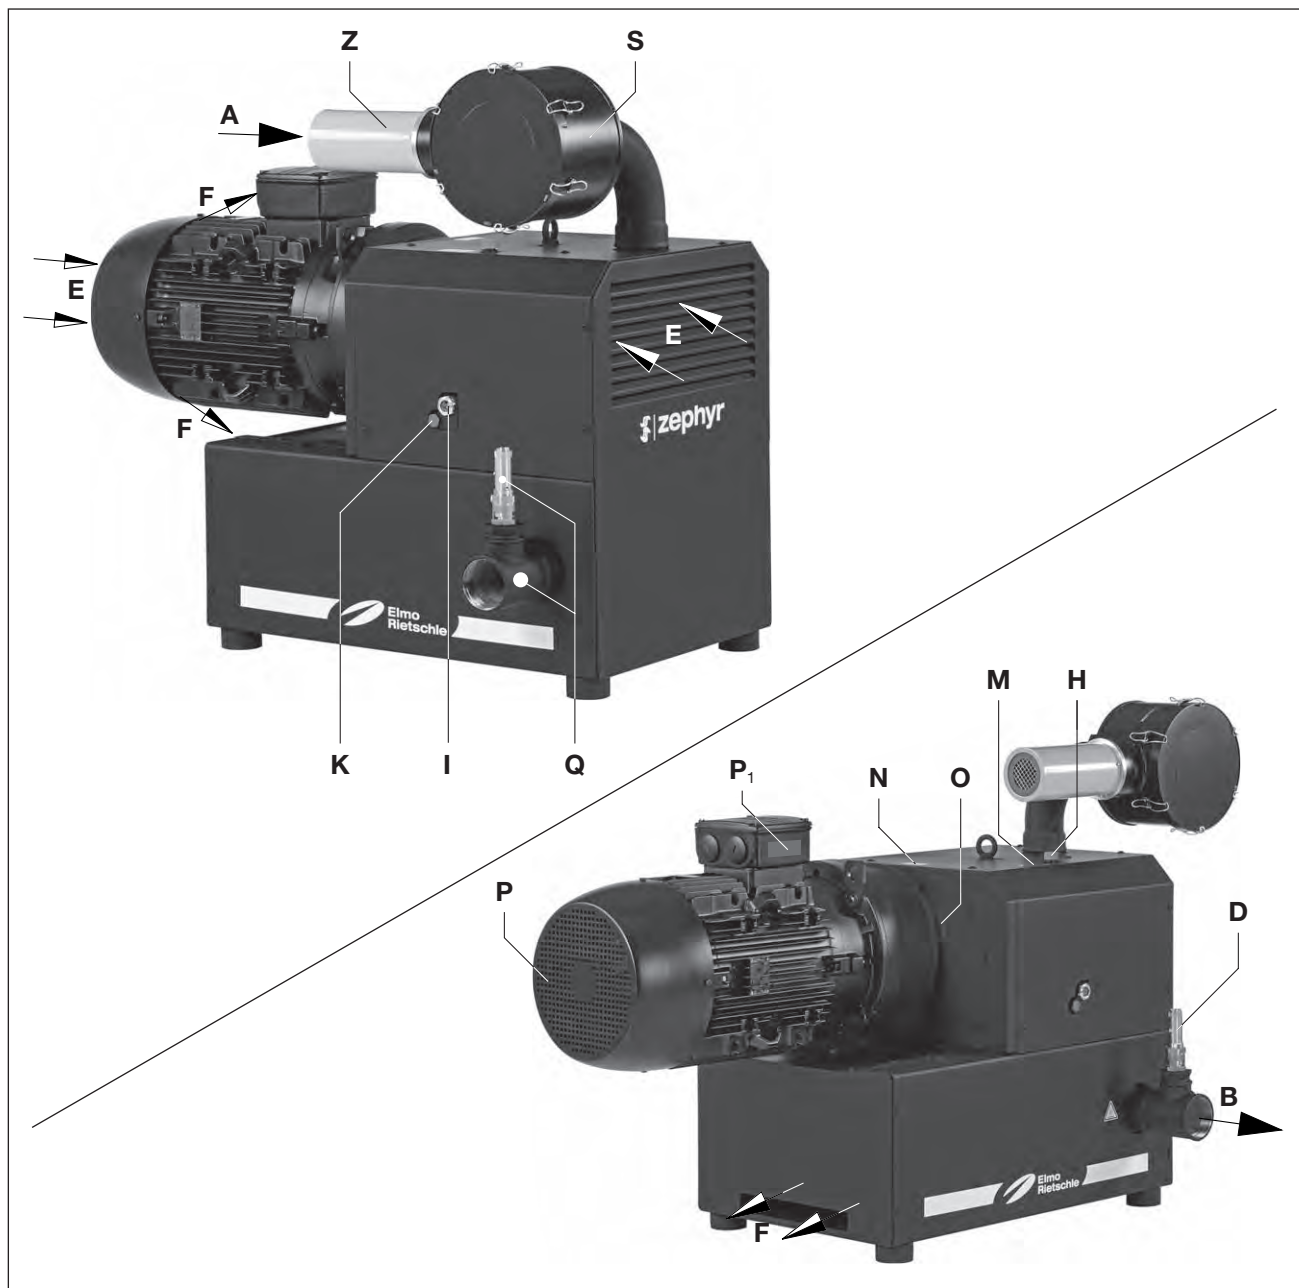

Abb. 2 Verdichter C-DLR 401 und C-DLR 501
Die C-DLR 401 und C-DLR 501 sind durch eine Dämmhaube gekapselt. Um die Verdichtungswärme abzuführen, wird die Kühlluft mit Hilfe eines Trommellüfters, welcher die frische Kühlluft (Abb. 2/E) ansaugt und die erwärmte Luft am Kühlluftaustritt (Abb. 2/F) ausbläst, zwischen dem Verdichter und der Haube hindurchgesaugt.
Als Schutz vor Überlastung ist serienmäßig ein Sicherheitsventil (Abb. 2/D) angebaut.
Diese berührungsfrei laufenden Klauen-Verdichter C-DLR eignen sich zur Erzeugung von Überdruck zwischen 0 und der auf dem Datenschild (Abb. 2/N) angegebenen Höchstgrenze (bar). Dauerbetrieb ist zulässig.
Öl-Einfüllstelle (Abb. 2/H), Öl-Schaugläser (Abb. 2/I) und Öl-Ablässe (Abb. 2/K) müssen leicht zugänglich sein.
Die Kühlluft-Eintritte (Abb. 2/E) und die Kühlluft-Austritte (Abb. 2/F) müssen mindestens 30 cm Abstand zu benachbarten Wänden haben. Austretende Kühlluft darf nicht wieder angesaugt werden. Für Wartungsarbeiten ist vor dem Saugflansch (Abb. 2/D) min. 40 cm Abstand vorzusehen.
- a) Druckanschluss bei (Abb. 2/B).
- a) Das Schmieröl (geeignete Sorten siehe "Wartung") für die Zahnräder und Lager an der Öleinfüllstelle (Abb. 2/H) bis zur Mitte an den Schaugläsern (Abb. 2/I) auffüllen.
- a) Die elektrischen Motordaten sind auf dem Datenschild (Abb. 2/N) bzw. dem Motordatenschild (Abb. 2/P1) angegeben. Die Motoren entsprechen DIN EN 60034 und sind in Schutzart IP 55 und Isolationsklasse F ausgeführt. Das entsprechende Anschlusschema befindet sich im Klemmenkasten des Motors (entfällt bei Ausführung mit Stecker-Anschluss). Die Motordaten sind mit den Daten des vorhandenen Stromnetzes zu vergleichen (Stromart, Spannung, Netzfrequenz, zulässige Stromstärke).
Im betriebswarmen Zustand können die Oberflächentemperaturen an den Bauteilen (Abb. 2/Q) über 70°C ansteigen.
- ▷ Die vorgesehene Drehrichtung der Antriebswelle ist durch den Drehrichtungspfeil (Abb. 2/O) auf gekennzeichnet.